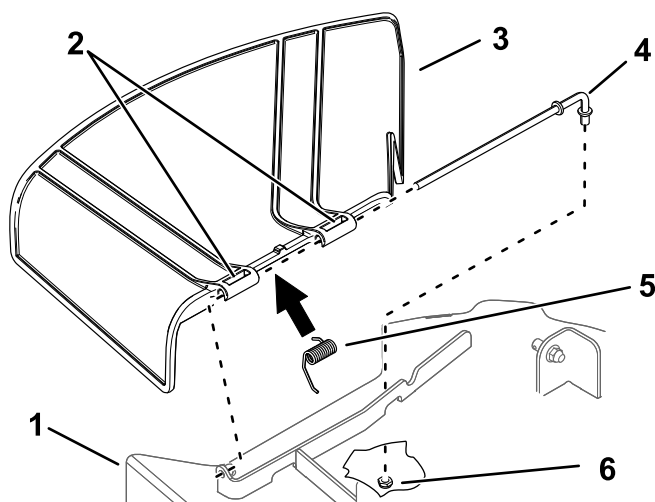

Figura 75
1. Îndepărtați piulița ($\frac{3}{8}$ ") de la tija de sub mâna de tuns iarba (Figura 75).
2. Glisai tija în afara distanțierului scurt, arcului și a deflectorului pentru iarba (Figura 75).
4. Înlocuiți deflectorul pentru iarba (Figura 75).
7. Glisai tija prin cel de-al doilea suport al deflectorului pentru iarba (Figura 75).
9. Fixați capătul din spate al tijeii la mâna de tuns iarba cu o piuliță ($\frac{3}{8}$ ") aa cum se arată în Figura 75.